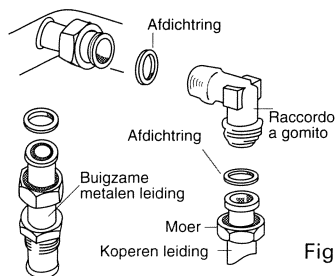

Fig. 14
- Een starre aansluiting. Bij de kookplaat worden een koperen leiding, een moer en een afdichtring geleverd (Fig.14).
- De aansluiting met een buigzame metalen leiding (Fig.14). In dit geval dient te worden voorkomen dat deze leiding in contact komt met beweegbare delen van de inbouwunit (bijvoorbeeld een lade), en dat de leiding door ruimtes loopt die gemakkelijk verstopt zouden kunnen raken.